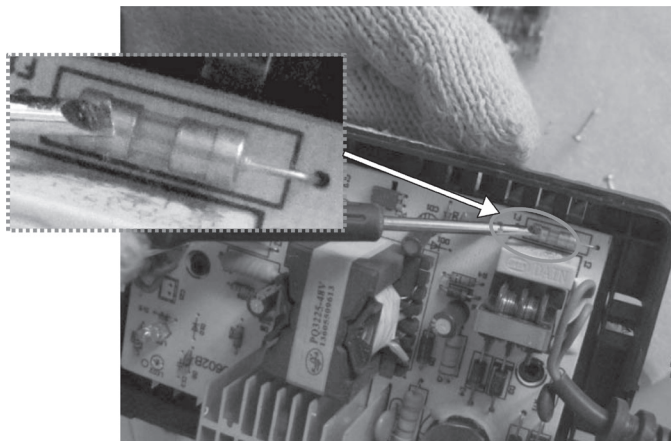

图 4-43 熔断器
1) 打开充电器，发现熔断器熔断，如图 4-43 所示，用万用表  $R \times 100$  挡测量，发现桥式整流电路输出端电容 C6 短路。